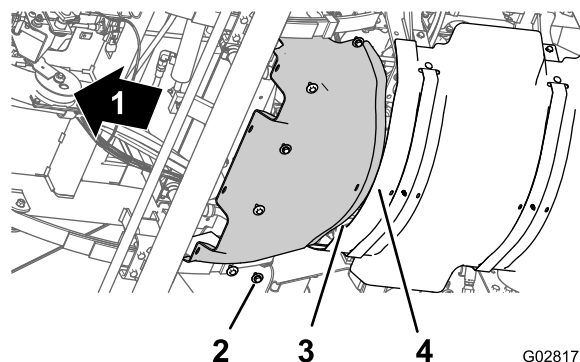

Рисунок 58
1. Расположите задний фланец переднего теплоизолирующего экрана над передним фланцем заднего теплоизолирующего экрана, выровняв их по краям (Рисунок 58).
2. Совместите отверстия в переднем теплоизолирующем экране с резьбовыми отверстиями в шасси (Рисунок 58).
3. Установите передний теплоизолирующий экран на машину с помощью 6 болтов с шестигранными головками и 6 шайб (Рисунок 58), снятых на этапе 3 раздела Демонтаж переднего теплоизолирующего экрана \(страница 58\).